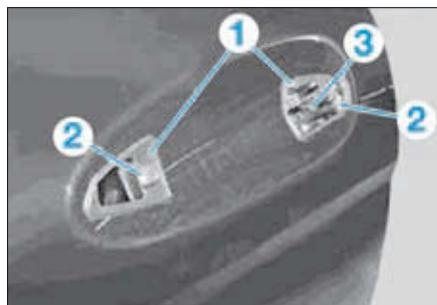

FIG. 49
- Déposer les joints (1) (Fig.49).
- Desserrer, sans les déposer, les vis (2).
- Pousser l'étrier (3) vers l'avant et le décrocher.